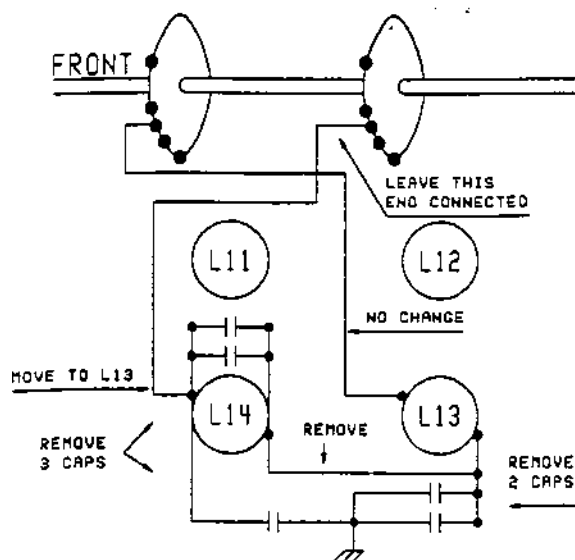

FIGURE 1
PONOWNE PODŁĄCZENIE CEWEK 10M I 15M (FIG 1 i 2):
1. Usuń (3) kondensatory z L14 i usuń (2) kondensatory z L13 (FIG. 1). Wyrzuć kondensatory.
2. Zdejmij i wyrzuć przewód połączeniowy łączący L13 i L14 (FIG.1).
3. Odłącz pozostały przewód od lewej strony L14 (drugi koniec przewodu pozostaw podłączony do przełącznika taśmowego). Przylutuj ten przewód do prawej strony L13 (PATRZ FIG.1 i 2 W CELU USTAWIENIA ORIENTACJI LEWEJ/PRAWEJ).